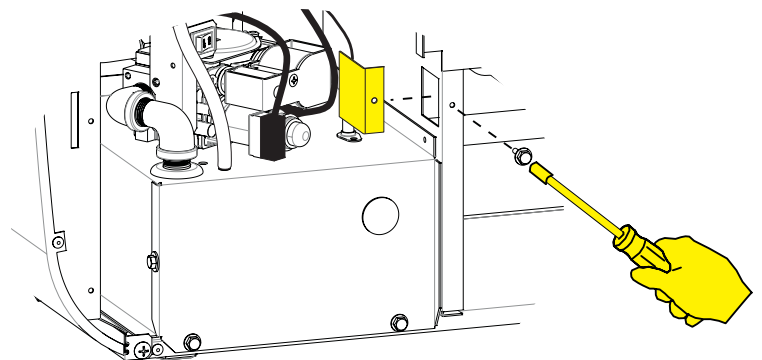

Figure 8
- Retirez la vis à tête hexagonale fixant la plaque de blocage du panneau de séparation avec le tourne-écrou 5/16 et retirez la plaque de blocage. Jeter la plaque de blocage du panneau de séparation et conserver la vis. **Voir Figure 8.**